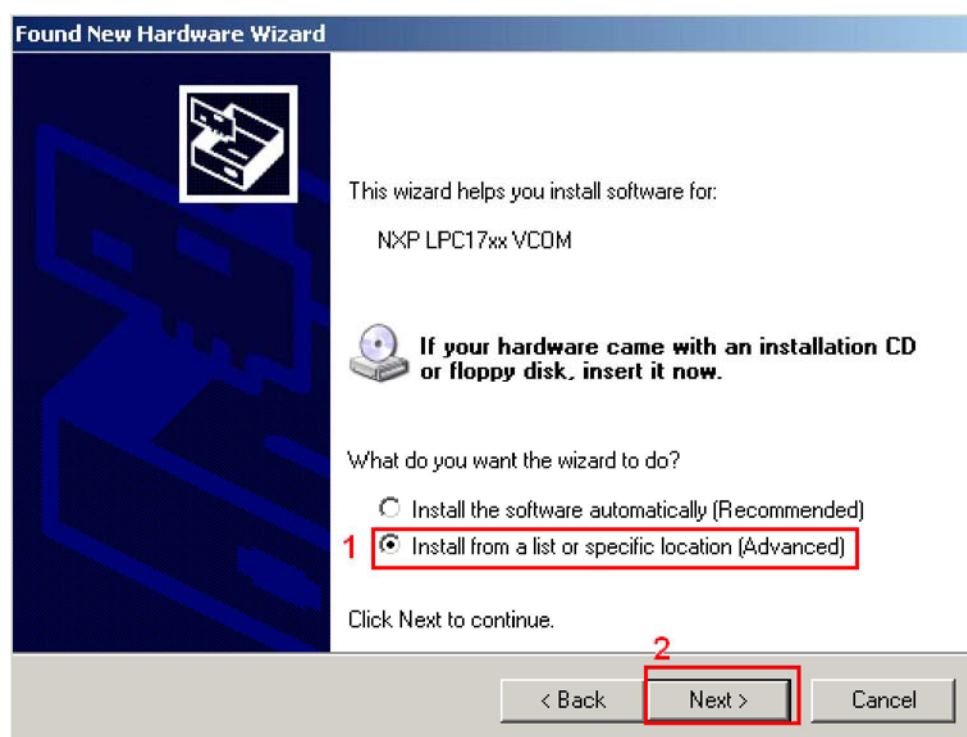

Рис. 1.3.2 Установка драйвера
2. .В следующем окне выбрать: Установить из списка или определенного места (Вручную)" (Рис. 1.3.2).